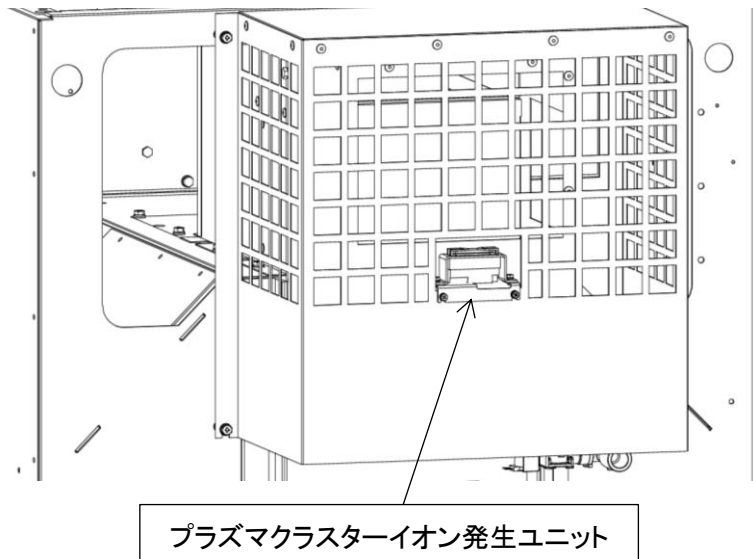

図 9-17
9.3.12 プラズマクラスターイオン発生ユニット(図 9-17、18、19)